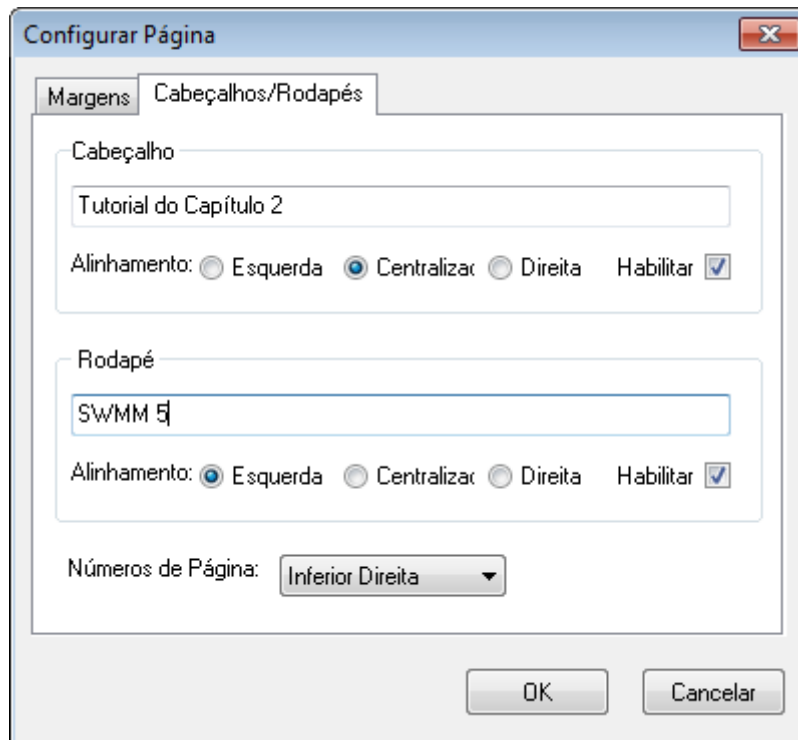

Figura 10.2 - Aba de cabeçalhos e rodapé no formulário de configurar impressora
3. Utilizar a aba Cabeçalhos e Rodapés para: (ver Figura 10.2):